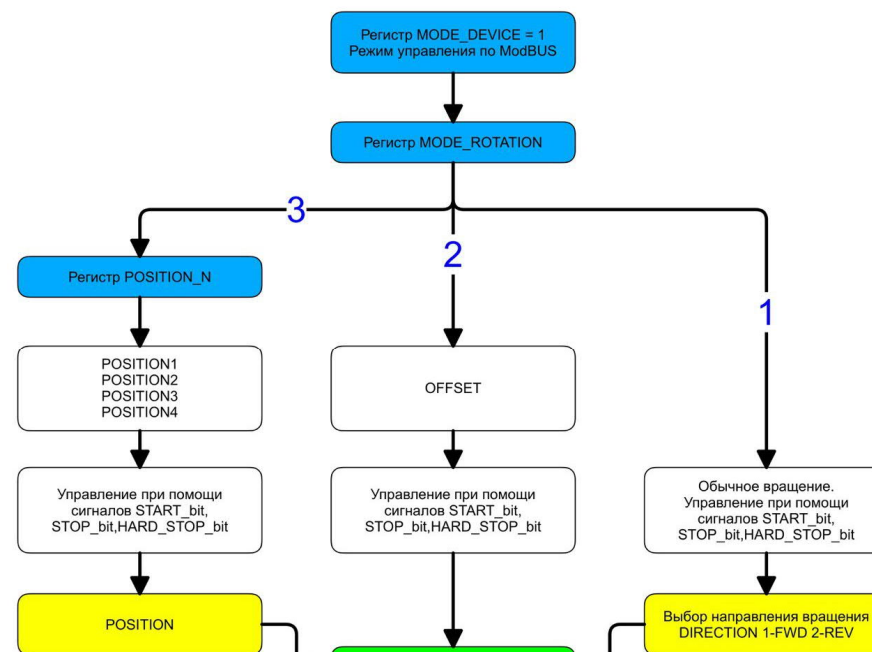
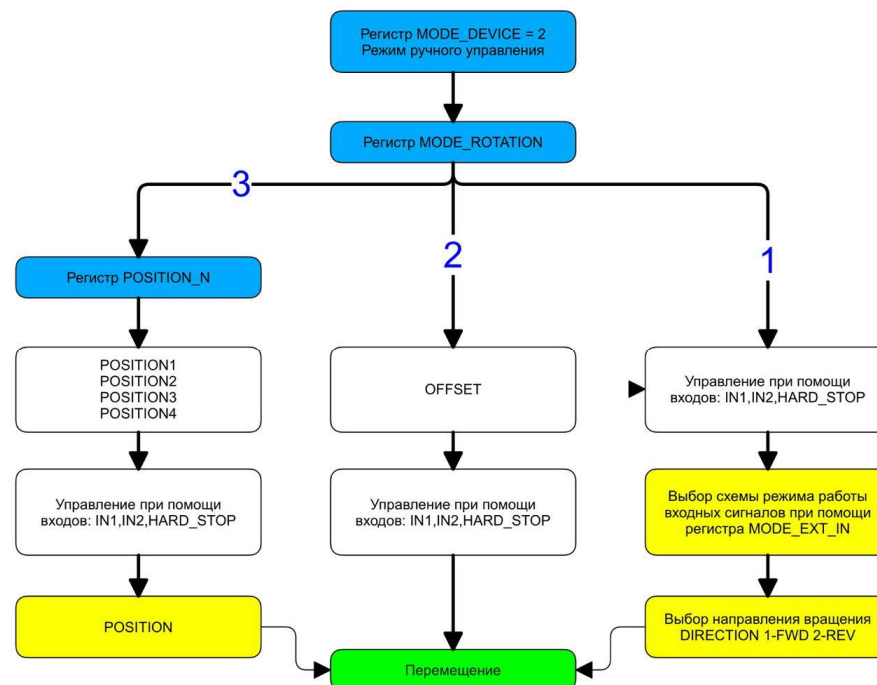

Рис.6. Блок-схема выбора режима работы при управлении приводом по Modbus
Рис.7. Блок-схема выбора режима работы при управлении приводом внешними сигналами
3. Выберите способ управления: управление командами по Modbus или внешними сигналами (регистр MODE_DEVICE – см. раздел 6.5, рис.6 и рис.7).